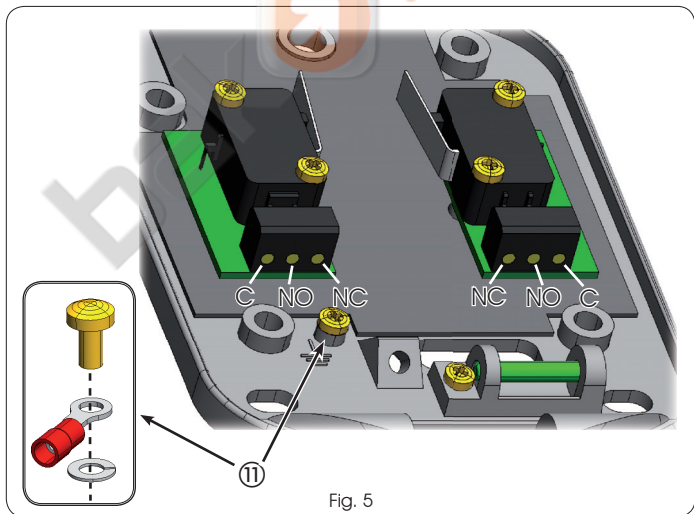

Fig. 5
5. Collegare i cavi elettrici provenienti dall'automazione nelle apposite morsettiere dei micro interruttori (Fig.5) in funzione della tipologia del comando:
- Connect the electric cables coming from the automated system to the relevant terminal-boards of the microswitches (Fig.5) according to the type of command: